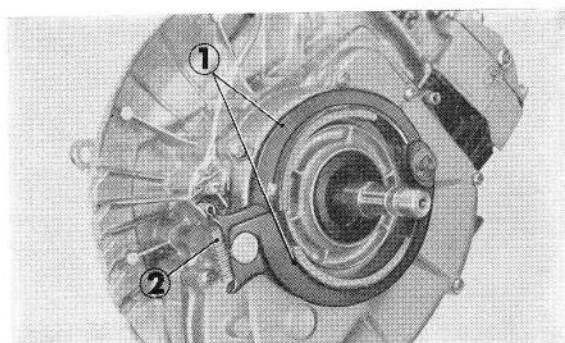

Figure 2-35 : ① tenailles du frein arrière
② clé de 14 mm pour écrou de blocage,
③ levier à ergots pour maintenir le couvercle d'embrayage ④ pignon entraîneur primaire ⑤ pignon entraîné primaire
2. Déposer les tenailles du frein arrière (figure 2-35).